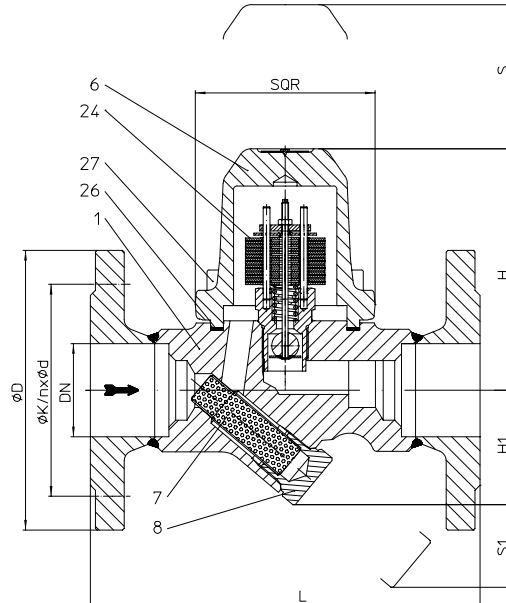

Fig. 601....1 mit außenliegendem Sieb (Y)
• Thermischer Kondensatableiter mit korrosionsbeständigem, wasserschlagunempfindlichem Bimetall-Regler • Selbsttätige Entlüftung beim Anfahren und während des Betriebs der Anlage • Rückflusssicherung • mit innenliegendem Sieb - Fig. 600 / mit außenliegendem Sieb - Fig. 601 (Y) • Einbaulage beliebig, jedoch nicht mit der Verschlusskappe nach unten • Stufenlose Einstellung der Unterkühlung unter Beachtung der Betriebsanleitung möglich • Servicevorteil durch dichtungsfreie Bauweise
• Thermischer Kondensatableiter mit korrosionsbeständigem, wasserschlagunempfindlichem Bimetall-Regler • Selbsttätige Entlüftung beim Anfahren und während des Betriebs der Anlage • Rückflusssicherung • mit innenliegendem Sieb - Fig. 600 / mit außenliegendem Sieb - Fig. 601 (Y) • Einbaulage beliebig, jedoch nicht mit dem Deckel nach unten • Stufenlose Einstellung der Unterkühlung unter Beachtung der Betriebsanleitung möglich